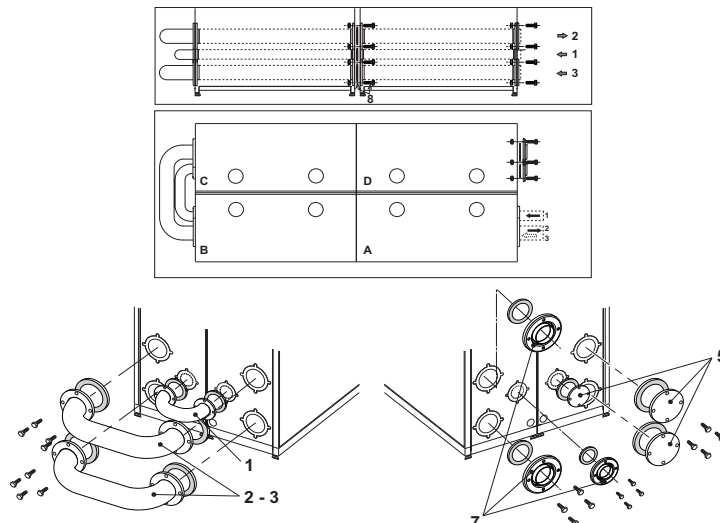

fig. 21 - Kit per il collegamento di moduli contrapposti
- Predisporre i moduli secondo lo schema di fig. 21.